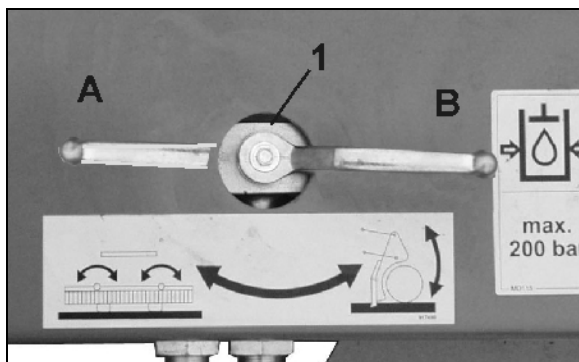

Рис. 28
1. Перевести запорный кран (Рис. 28/1) в положение **В**.